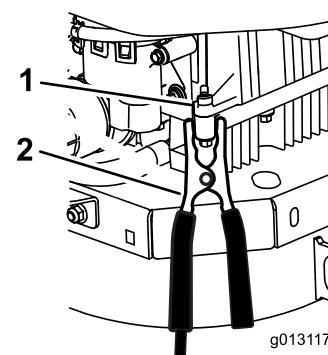

Figure 48
6. Faites la dernière connexion sur le bloc moteur de la machine en panne (pas à la borne négative de la batterie) loin de la batterie et reculez-vous (Figure 48).